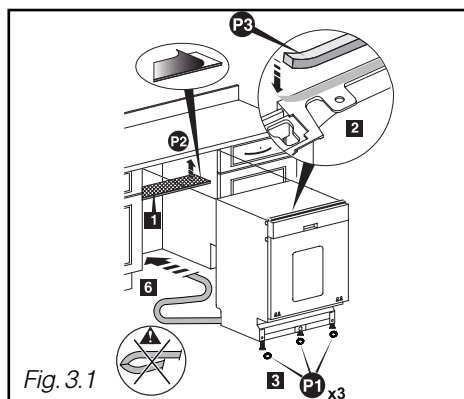

Fig. 3.1
- Colar o anti-embaciamento P2 (Fig. 3.1)
- Colar a esponja de embutimento P3 (Fig. 3.1)
- Encaixar os três cadinhos debaixo patins para facilitar o deslizamento da máquina de lavar louça (Fig. 3.1).